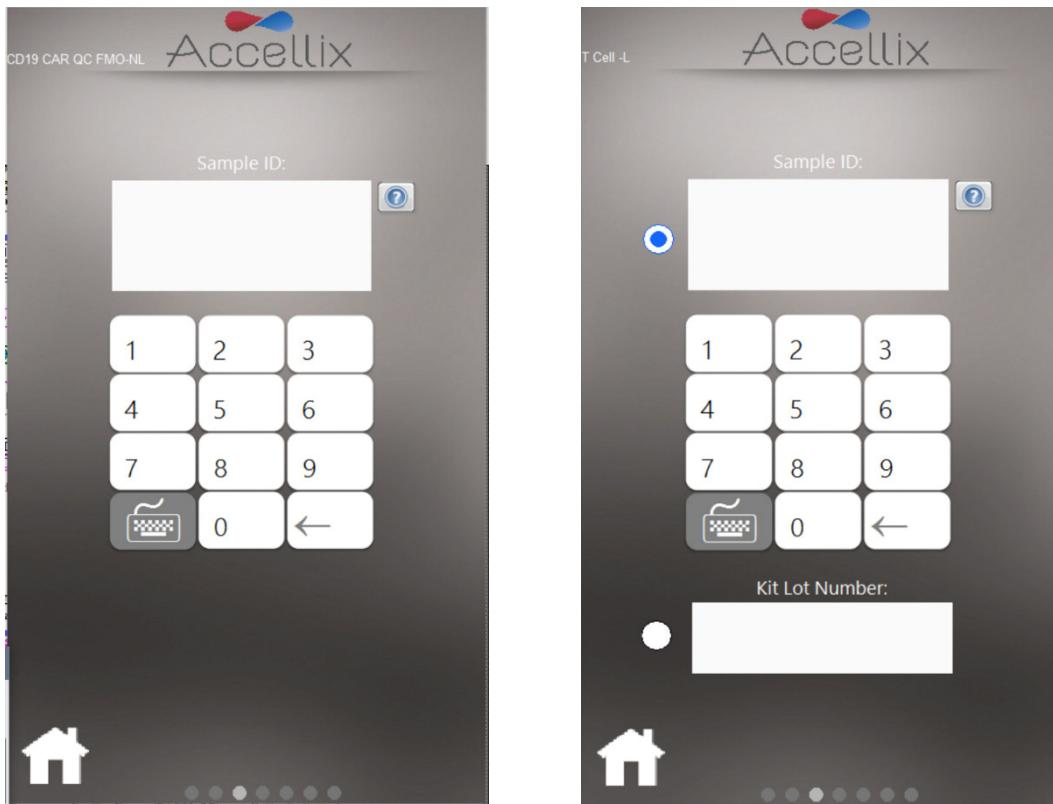

Figura 38: Pantalla Introducir ID de la muestra (con y sin número de lote del kit)
6. En la **pantalla de Introducción de la ID de la muestra** (Figura 38), introduzca la identificación de la muestra utilizando el teclado en pantalla, un teclado externo o un lector de códigos de barras. A continuación, se mostrará la identificación de la muestra en todas las pantallas posteriores del procesamiento del ensayo.
Nota: En una configuración opcional del software, el usuario también debe introducir un número de lote del kit. (Consulte la imagen del lado derecho de la Figura 38).